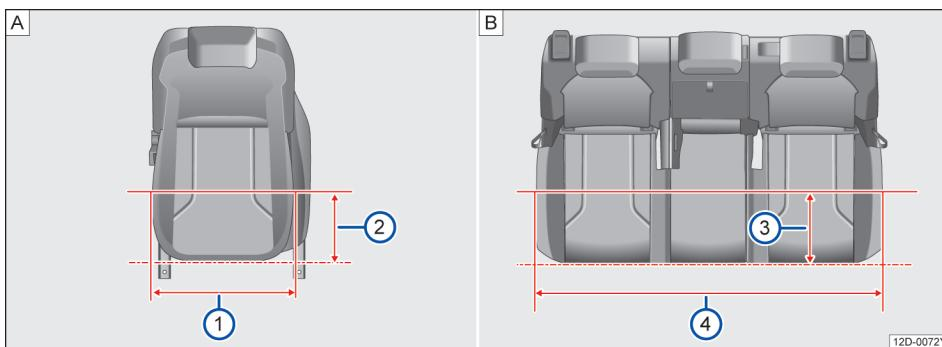

图 83 座椅座宽
如图→图 83[A] 在距离前排座椅边缘 200mm
时→图 83[A]②, 前排座椅座垫宽度为
492mm→图 83[A]①。
如图→图 83[B] 在距离第二排座椅边缘 370mm
时→图 83[B]③, 第二排座椅座垫宽度为
1194mm→图 83[B]④。